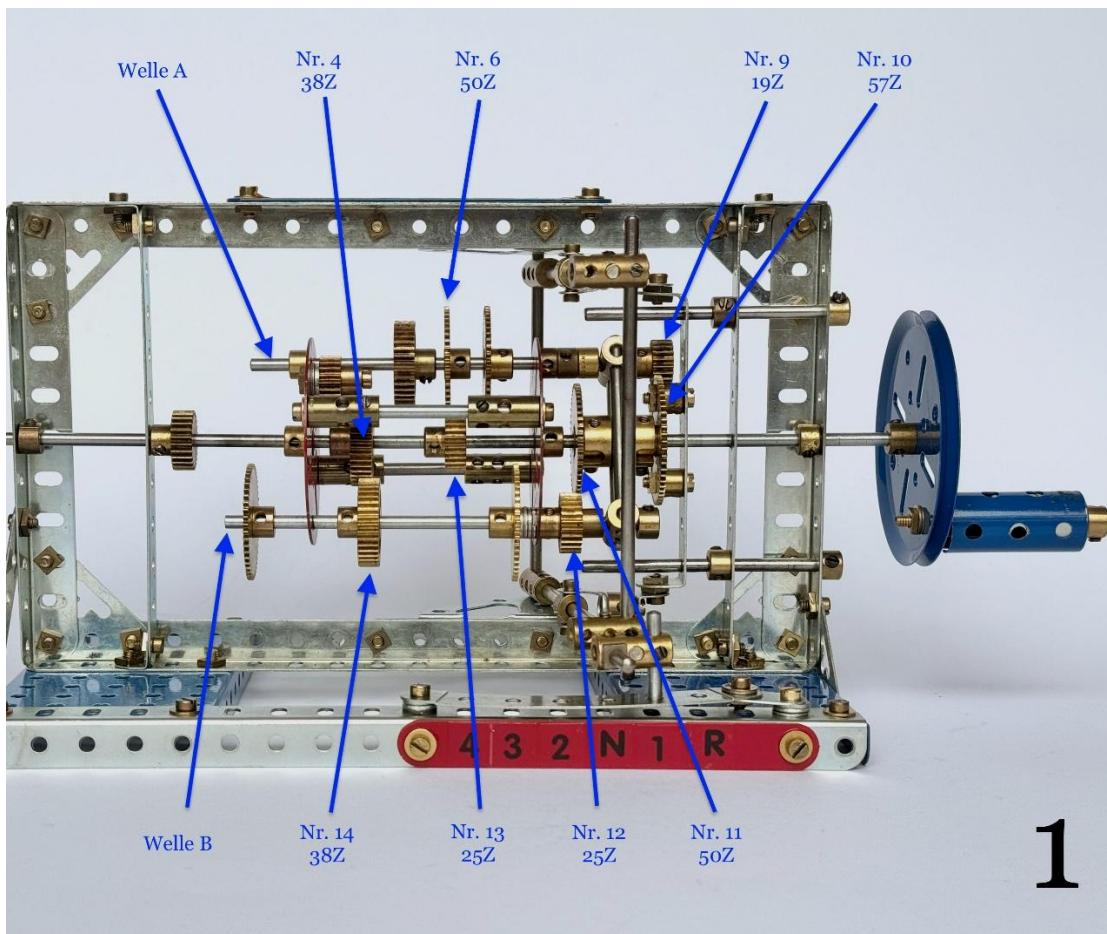

Abb. 07: Schaltbild 1. Gang
1. Gang (Abb. 07): Die Welle C (Antriebswelle) treibt auch hier über das Ritzel 13 das Zahnräder 6 auf der Welle A an. Das Zahnräder 6 treibt über die Welle A das Ritzel 9 an. Das Ritzel 9 rollt auf dem drehfesten